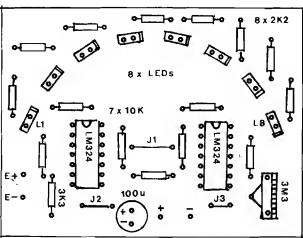
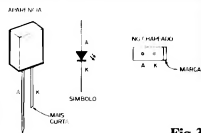

Fig. 4
Fig. 3
- FIG. 3 - DETALHANDO OS LEDS RETANGULARES E SUA ESTILIZAÇÃO NO "CHAPEADO"... - Apenas para um "desenho" mais elegante e funcional no arco de 8 LEDs, recomenda-se que estes sejam de formato retangular (embora tecnicamente nada impeça que os ditos cujos tenham formato redondo, quadrado, triangular, o quê o Leitor quiser...). Para facilitar a interpretação dos próximos desenhos, a figura traz a aparência, pina-
- FIG. 4 - "CHAPEADO" DA MONTAGEM - Os componentes principais, vistos em suas posições definitivas sobre a face não cobreada do Impresso... Observar principalmente as orientações dos dois Integrados (ambos com suas extremidades marcadas viradas para o "arco" dos LEDs...), os LEDs, todos com seus "lados de catodo" marcados (rever fig. 3) e o capacitor eletrolítico (com sua polaridade de terminais indicada...). Atenção ainda a alguns pontos importantes: a presença dos três jumpers (simples pedaços de